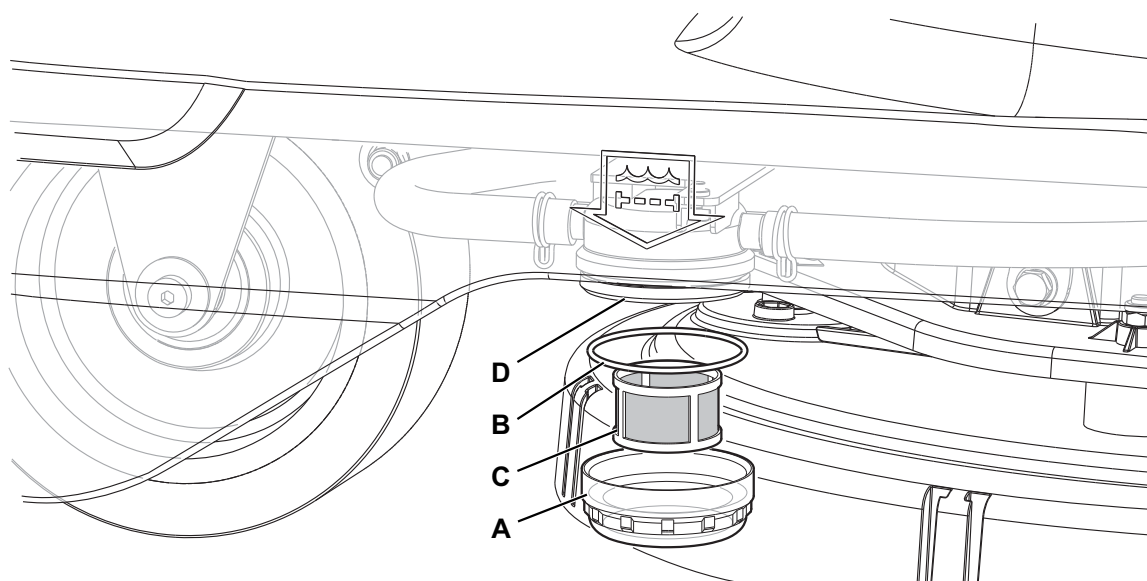

Afbeelding 12
2. Controleer of de machine is uitgeschakeld en de bedienerssleutel (52) is verwijderd.
3. Breng de afdekking (18) omhoog.
4. Reinig en was de binnenkant van de tank (17) en de afdekking met schoon water.
5. Voer het water af uit de tank met de slang (26).
6. Reinig het aanzuigrooster (28), koppel de houders (A, Afb. 12) los, open het rooster (B) en neem de vlotter (C); reinig deze daarna zorgvuldig en plaats terug.
7. Demonteer de verzamelbak voor grof vuil (D) en open het deksel ervan. Reinig de bak zorgvuldig en monteer hem weer op de aanzuigslang.
8. Controleer of de pakking (E) van de afdekking van de tank heel is.